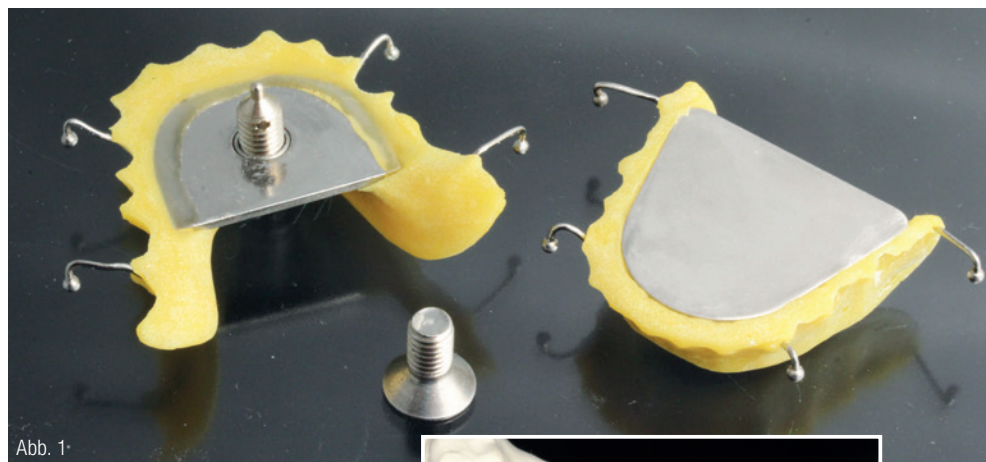

Abb. 1
1. Im ersten Schritt justiere ich auf den Unterkiefer mit einer Knetmasse eine glatte Edelstahlplatte. Diese ist parallel zur Kauebene ausgerichtet. Danach fixiere ich die Schreibplatte mit dem Löffelmaterial Palavit L (Kulzer). Damit der Stützstift später im rechten Winkel zur Basisplatte steht, nehme ich zunächst eine einfache Schraube mit planem Kopf und 5 mm Gewinde aus dem Baumarkt zur Hand. Diese positioniere ich mittig und leicht nach labial versetzt auf die Schreibplatte. Somit erhalte ich später eine größere Schreibstrecke für den Stützstift (Abb. 1 und 2).